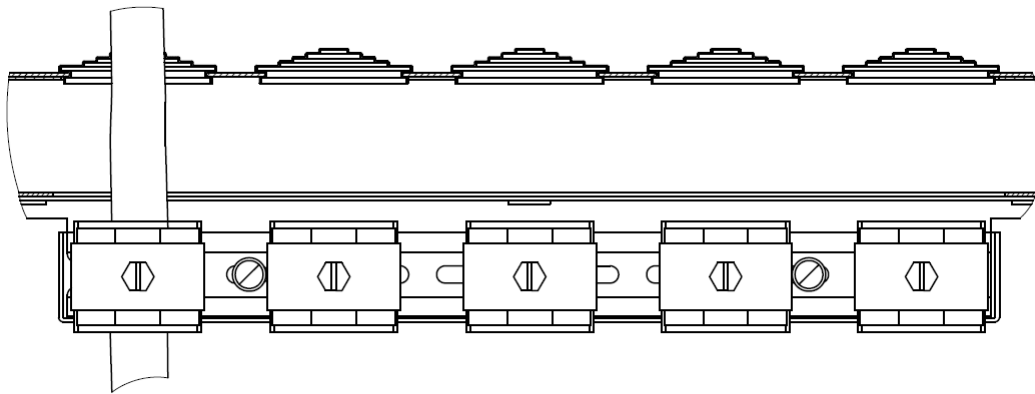

Рисунок 1– Ввод и фиксация кабелей
4.4 Выполнить ввод кабелей в ВЗУ-ЭЦС-Е. Ввод кабелей в ВЗУ-ЭЦС-Е допускается производить как через нижнюю, так и через верхнюю часть шкафа. Для ввода кабеля в сальниках кабельных вводов вырезать отверстия соответствующего диаметра. В местах ввода кабелей, а также в местах подключения к клеммным полям кабеля закрепить кабельными зажимами из комплекта поставки (рисунок 1).